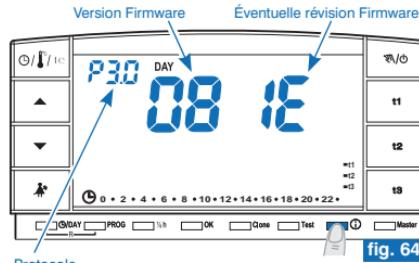

fig. 64
- Appuyer une fois sur la touche ① : la version du protocole radio, la version du firmware installé et la révision éventuelle s'afficheront sur l'écran (exemple sur la fig. 64).